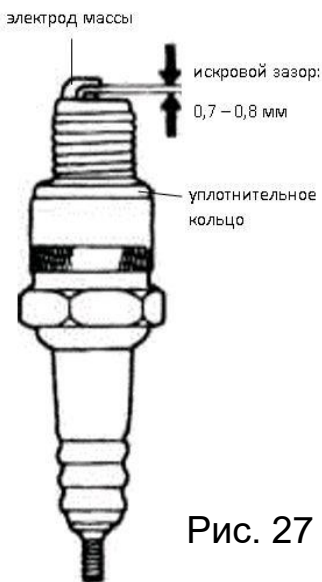

Рис. 27
5. Измерьте расстояние между электродами с помощью щупа. (см. рис. 27).